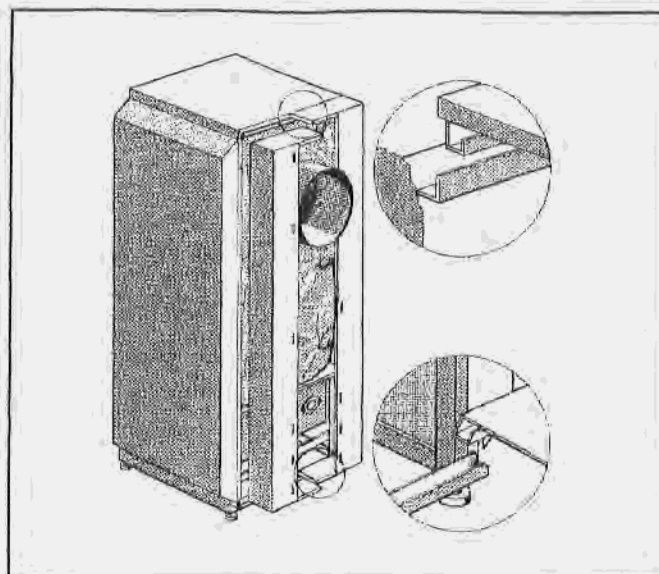

Fig. 15
- Placer les parois avant gauche et avant droite dans l'arête en U de la traverse inférieure et en haut dans l'arête du capot (fig. 15).
- Monter préalablement les caches supérieurs et inférieurs selon la fig. 15 et les fixer chacun avec 2 vis Parker.